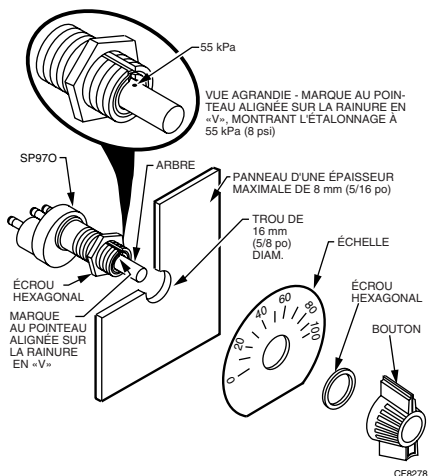
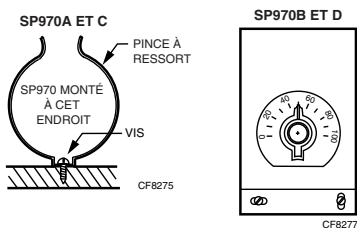

Fig. 3. Montage des SP970 A et C sur un panneau.
Fig. 4. Montage du SP970 en surface ou sur un mur.
Les SP970A et C peuvent être montés sur un panneau, en surface ou sur un mur. Les modèles SP970B et D peuvent être montés en surface ou sur un mur. Voir les Fig. 3 et 4.
Utiliser le support de montage comme gabarit, puis le fixer à la surface. Voir la Fig. 4. Les vis ne sont pas fournies.
2. Fixer le sélecteur SP970 et l'échelle au panneau à l'aide d'un écrou hexagonal au dos du panneau. Sur le devant du panneau, utiliser un deuxième écrou hexagonal. Voir la Fig. 3.
Tous les modèles SP970A et C sont étalonnés à 55 kPa (8 psi) lorsque la marque d'étalonnage (au pointeau) sur l'arbre est centrée sur la partie inférieure du V moulé. Pour étalonner l'appareil, aligner la marque au pointeau sur l'arbre avec la partie inférieure du V moulé sur le plastique qui entoure l'arbre. Voir la Fig. 3. Ce réglage correspond à 55 kPa (8 psi). Fixer le bouton à l'arbre selon le réglage approprié sur l'échelle. Ce bouton doit indiquer 55 kPa (8 psi). Voir la Fig. 4.